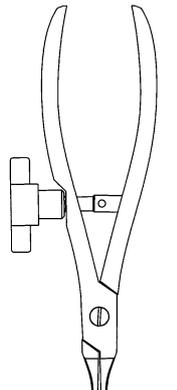

図6
- 摘出ボルトが空転してしまいスクリューに噛み合わない場合は、スクリュー抜去用プライヤーの縮付ハンドルを開き、プライヤー先端部をリーミング孔に差し込んでスクリューを把持します。その後、縮付ハンドルを確実に縮付けた状態でプライヤー全体を左回転させスクリューを抜去します。(図6)